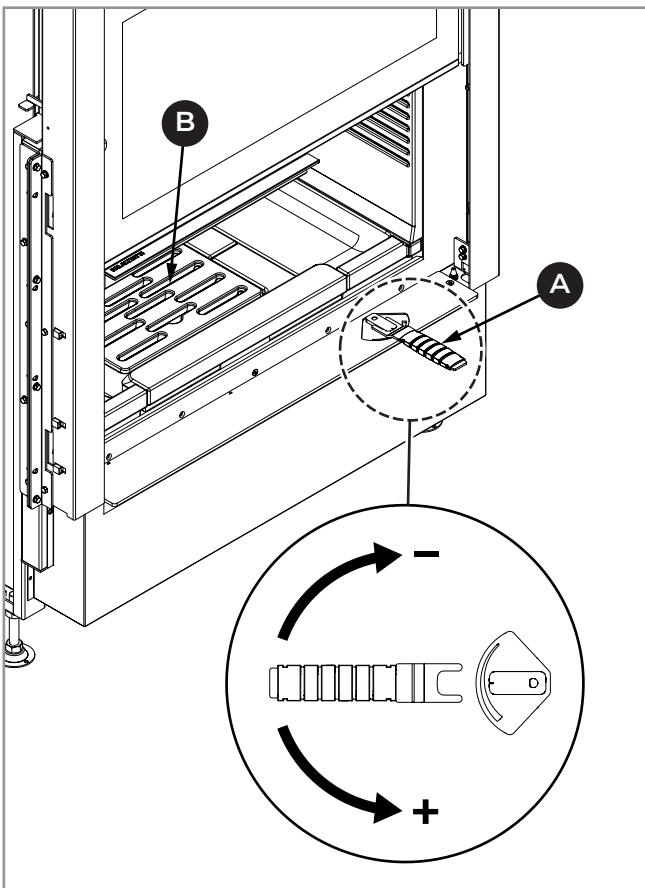
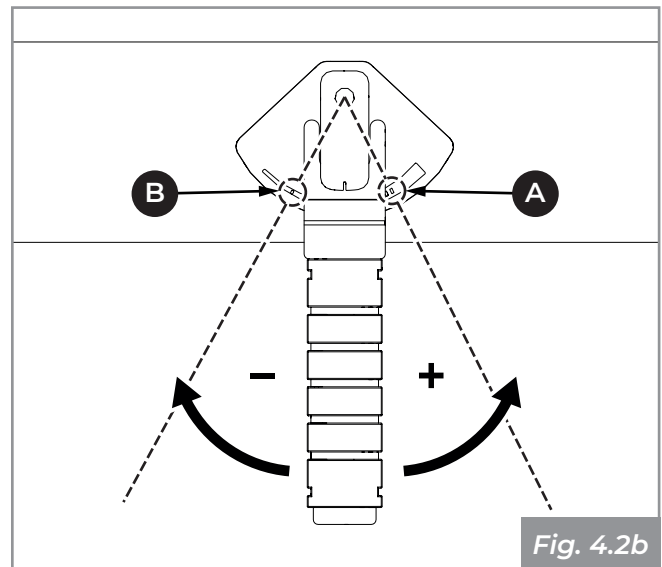
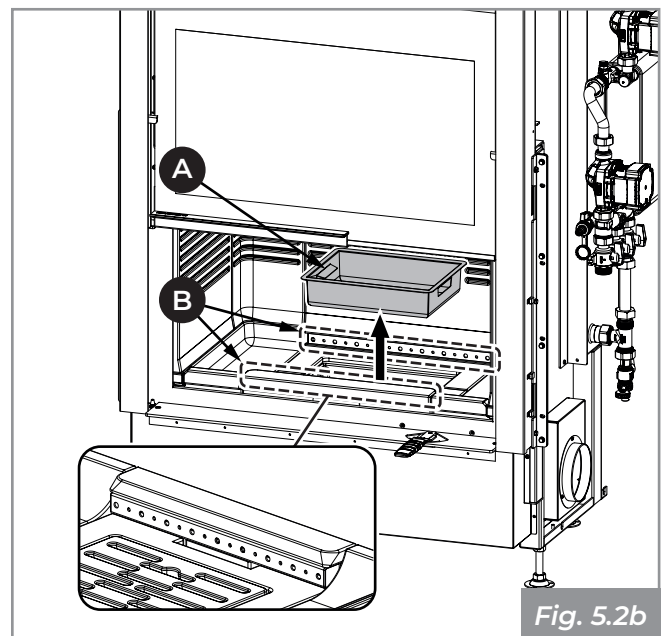

Fig. 4.2a
Fig. 4.2b
Fig. 5.2b
2. À l'aide de la poignée froide fournie (**A - Fig. 4.2a**) ouvrir au maximum (+) le réglage d'air primaire (**A - Fig. 4.2b**) ;
3. Déposer soigneusement les morceaux de bois dans la chambre de combustion, en prenant soin de ne pas couvrir complètement les fentes de la grille (**B - Fig. 4.2a**) et les trous avant et arrière du distributeur d'air de combustion (**B - Fig. 5.2b**) ;
8. Garder la prise d'air ouverte pour assurer une flamme haute et brillante (**A - Fig. 4.2b**) ;
9. Réduire l'ouverture de la prise d'air (**B - Fig. 4.2b**) en utilisant la poignée froide spéciale uniquement lorsqu'une bonne base de braise s'est formée.
Retirer le tiroir à cendres de la base et aspirer les éventuelles cendres déposées dans les compartiments au-dessous (**A - Fig. 5.2b**).
Passer l'aspirateur sur les trous avant et arrière du distributeur d'air de combustion pour éviter toute accumulation de cendres (**B - Fig. 5.2b**).